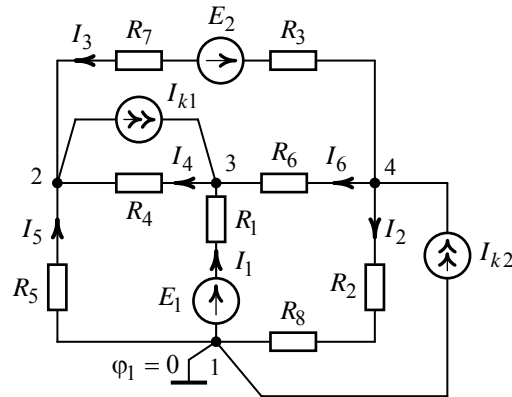

Рис. 5.4
Потенциал узла 1 (рис. 5.4) примем равным нулю ($\varphi_1 = 0$).
3. Система уравнений для определения потенциалов φ_2 , φ_3 и φ_4 (узлы 2, 3 и 4) согласно рис. 5.4 будет иметь вид
7. Зададим направление токов в ветвях схемы, как указано на рис. 5.4, и выразим токи: